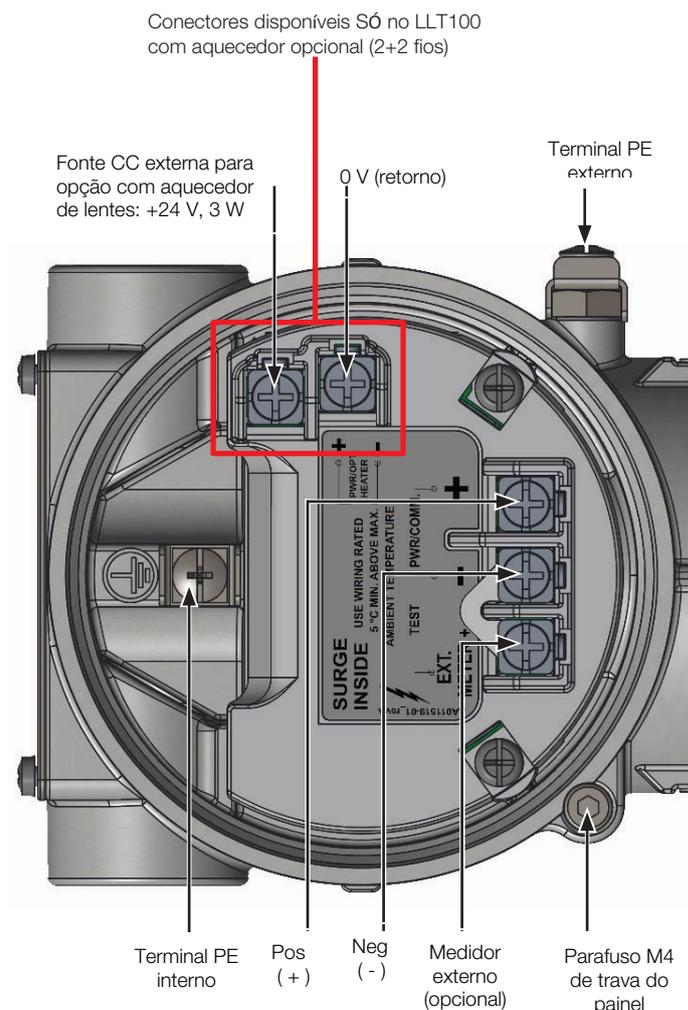

Figura 5 Compartimento de terminais do LLT100 (traseira da unidade LLT100, sem o painel)
Os dois lados da carcaça da parte eletrônica têm um parafuso de trava M4 (parafuso soquete de cabeça sextavada) no fundo (veja na Figura 5).
Há terminais de aterramento de proteção (PE) disponíveis dentro e fora da carcaça do instrumento (veja a Figura 5 na página 9). Estes terminais estão eletricamente conectados.